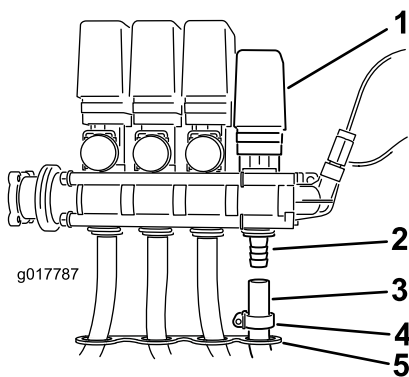

Figura 13
- 8. Inserte la manguera por el orificio abierto del soporte de la manguera en el soporte de montaje de la válvula y hasta la espiga abierta de la válvula del carrete de la manguera (Figura 13).